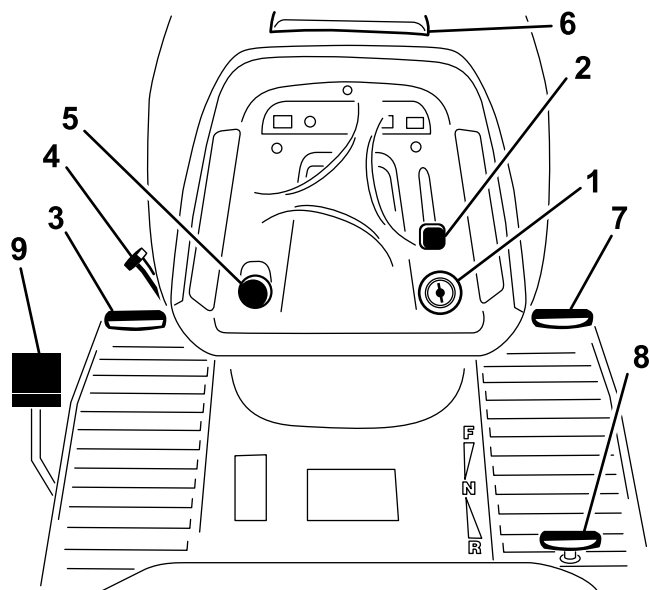

Figure 3
Avant de mettre le moteur en marche et d'utiliser la machine, familiarisez vous avec toutes les commandes (Figure 3).
1. Appuyez sur la pédale de frein (Figure 3) et maintenez-la enfoncée.
2. Tournez le levier de frein de stationnement (Figure 3) dans le sens anti horaire et relâchez progressivement la pédale de frein.
1. Enfonchez la pédale de frein (Figure 3).